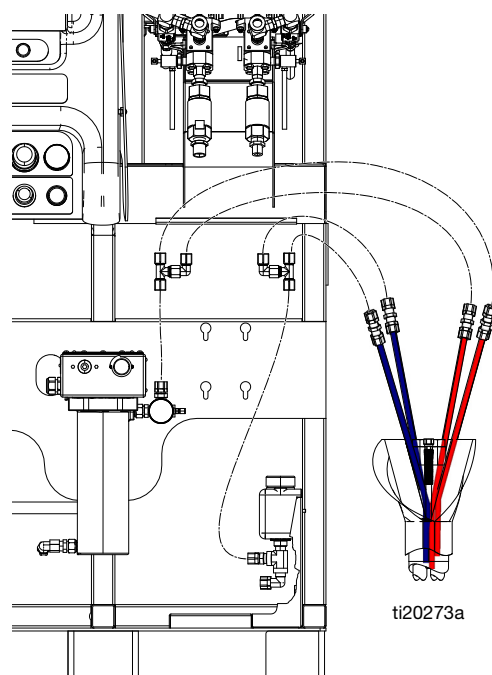

FIG. 21
3. Anslut de två röda slangarna i paketet till slang-T-röret på den röda slangen på maskinens framsida. Gör samma sak med de blå rören. Se FIG. 21.